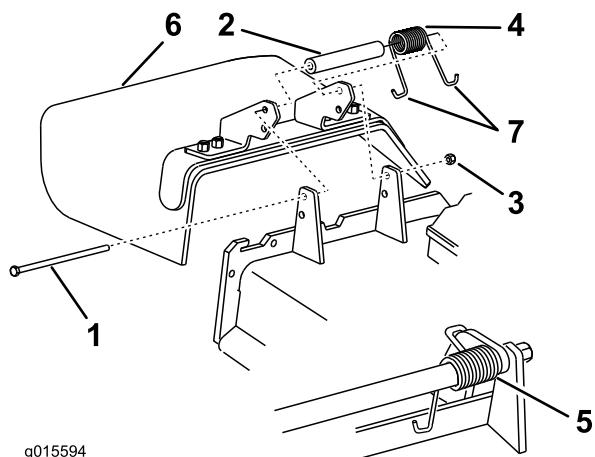

Figura 89
1. Retire la contratuerca, el perno, el muelle y el espaciador que sujetan el deflector a los soportes de pivote (Figura 89). Retire el deflector de hierba dañado o desgastado.
Nota: Asegúrese de colocar un extremo en **J** del muelle detrás del reborde de la carcasa antes de instalar el perno, según se muestra en Figura 89.
- Instale el perno y la tuerca. Coloque un extremo en **J** del muelle alrededor del deflector de hierba (Figura 89).